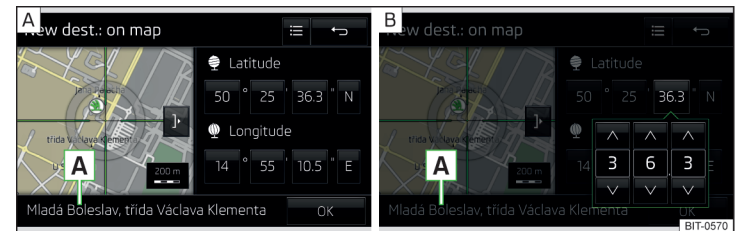

Abb. 229 Ziel eingeben: über den Kartenpunkt / mithilfe von GPS-Koordinaten
- Durch Bildschirmberührung das gewünschte Ziel in das Fadenkreuz verschieben » Abb. 229 - [\[A\]](#).
- Die Funktionsfläche mit dem gewünschten Wert der GPS-Koordinate für die geografische Breite  und geografische Länge  antippen » Abb. 229 - [\[B\]](#).
Sind in den Navigationsdaten des Infotainments Informationen zum eingegebenen Punkt verfügbar, dann werden diese statt der GPS-Koordinaten angezeigt (bspw. Adresse [\[A\]](#) » Abb. 229).